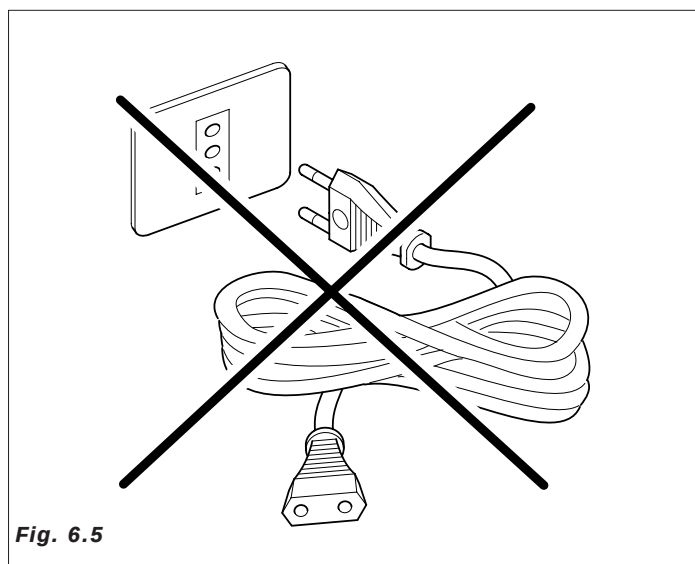

Fig. 6.5
- Los tomas que no sean compatibles con la clavija, se han de sustituir (Fig.6.5).